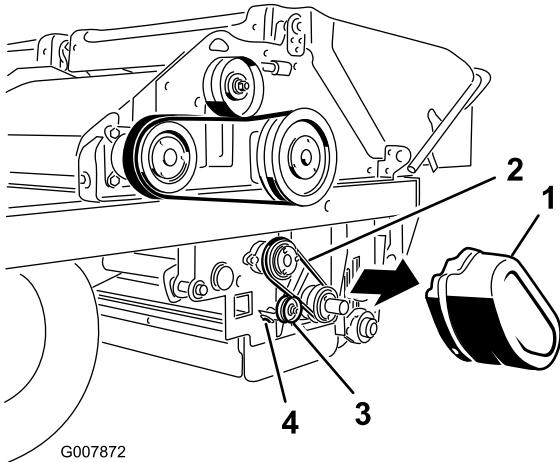

Figura 62
- Togliete il paracinghia (Figura 62).
- Allentate il dado sulla puleggia tendicinghia (Figura 62).
- Spingete la puleggia tendicinghia nella cinghia e serrate il dado della puleggia Figura 62).